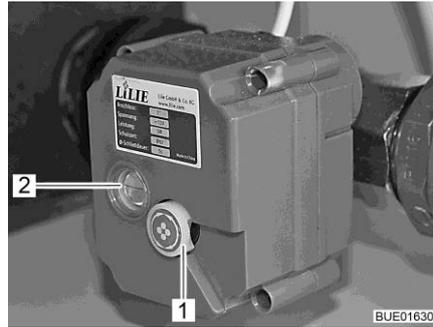

Fig. 172 Llave de desagüe de accionamiento eléctrico
Una línea roja en la ventana (Fig. 172,2) de la llave de desagüe de accionamiento eléctrico indica la posición de la llave:
- Tirar la ruedecilla (Fig. 172,1) en la llave de desagüe de accionamiento eléctrico hacia el exterior y girarla (cualquier sentido de rotación).